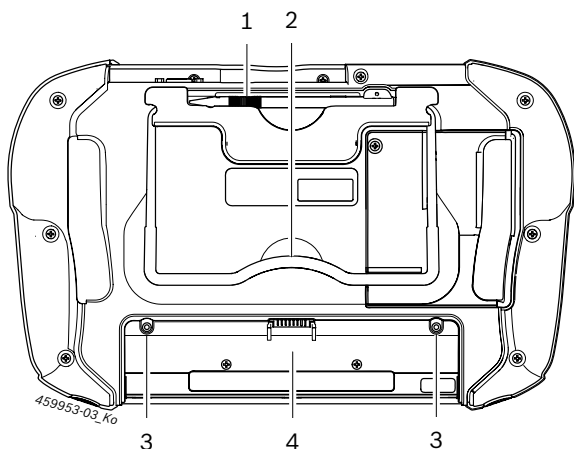

Fig. 3: D750 Lato inferiore
➤ Introdurre la batteria ricaricabile nella sua sede e fissarla con le due viti situate sulla batteria stessa (ved. fig. 3, pos. 3).